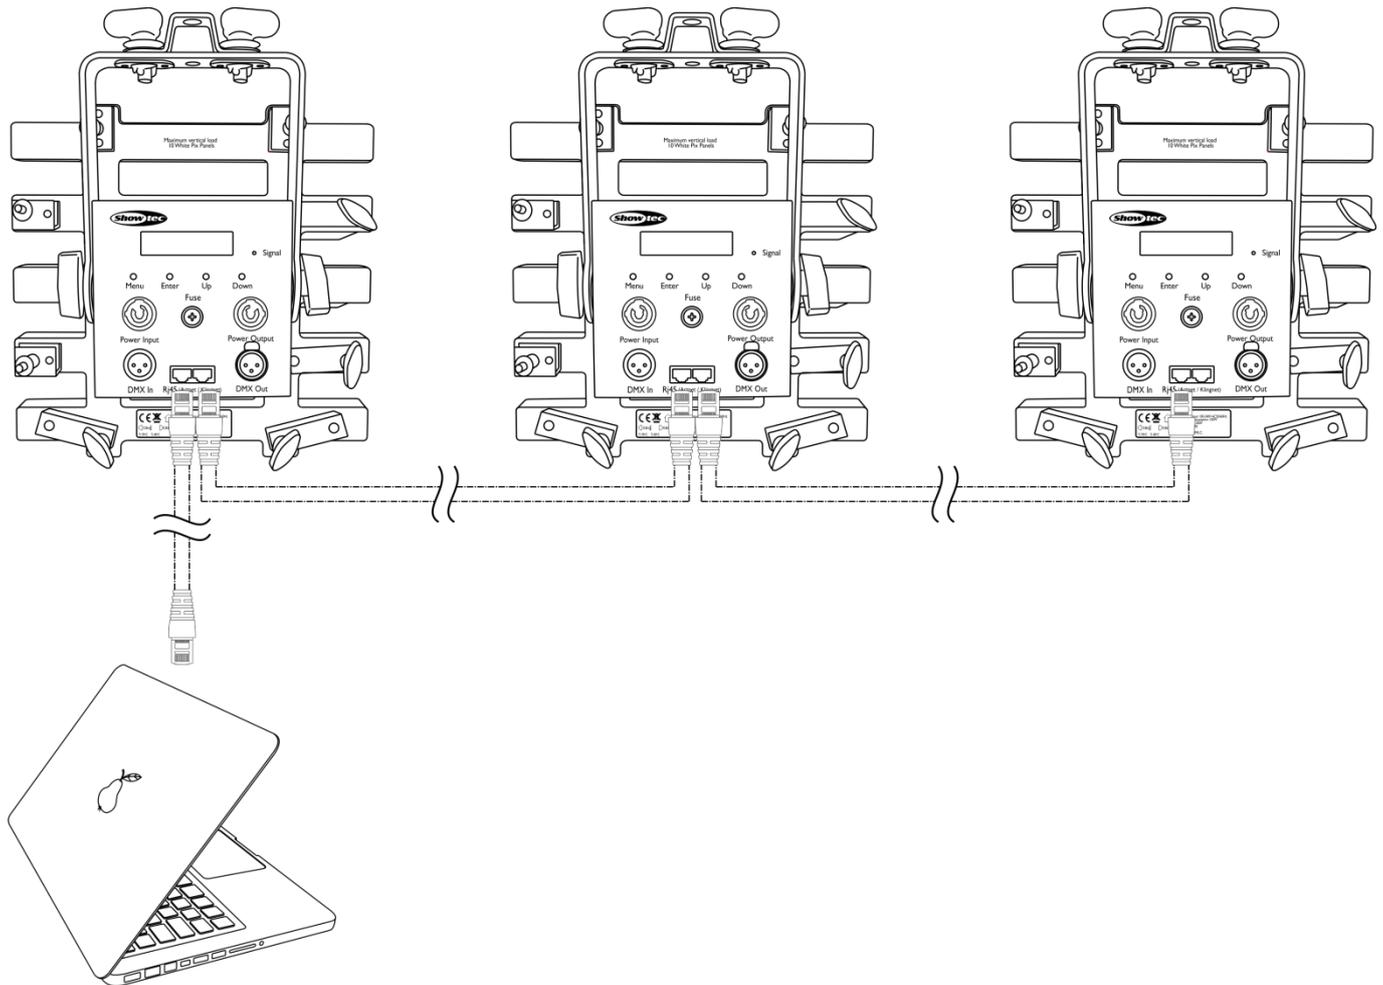

Abb. 06
- 04) Verbinden Sie die Geräte wie in Abb. 06 abgebildet. Schließen Sie den RJ45-Ausgang des ersten Geräts mit einem CAT5/CAT6-Kabel an den Eingang des zweiten Geräts an. Wiederholen Sie diesen Vorgang, um das zweite, dritte und vierte Gerät ebenfalls zu verbinden.